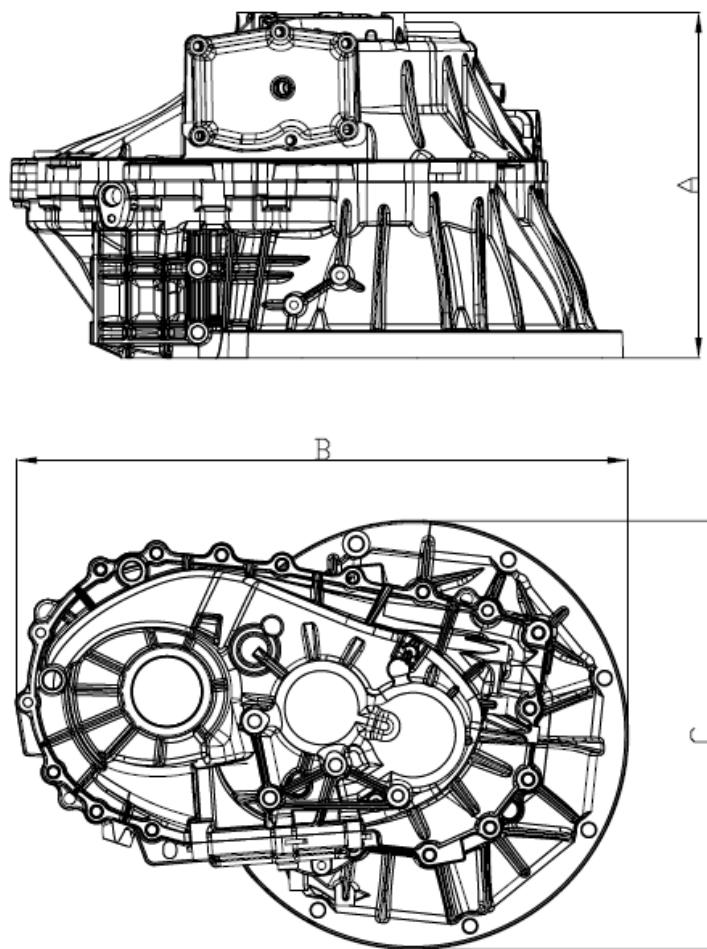

图 5
1). BYDe6 前驱变速器外观尺寸： $A \times B \times C = 338\text{mm} \times 597\text{mm} \times 420\text{mm}$ (图 5)